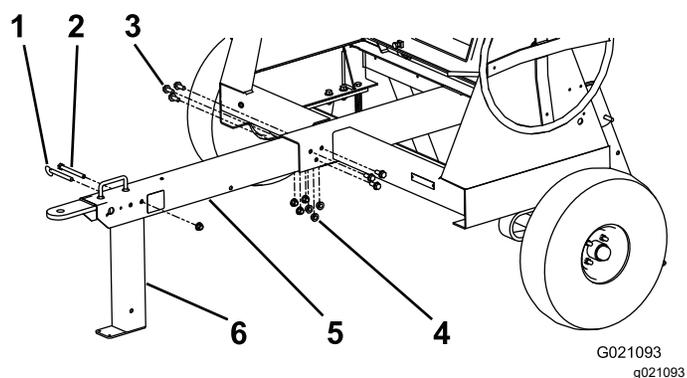

Figure 7
4. Placez la flèche dans l'ouverture à l'avant de la machine et fixez-la avec 6 écrous et boulons courts serrés à 102 N·m (75 pi-lb); voir Figure 7.
5. Alignez le trou supérieur arrière du pied stabilisateur avant et le trou juste après la poignée à l'avant de la flèche (Figure 7).
6. Insérez le long boulon dans les trous et fixez-le avec un écrou serré à 102 N·m (75 pi-lb); voir Figure 7.
7. Insérez l'axe de chape pour bloquer le pied stabilisateur avant en position (Figure 7).